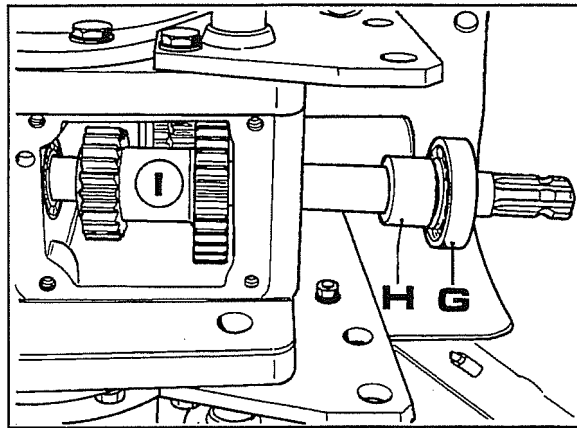

Fig. 4
Juntamente com o eixo da tomada de força, serão extraídos o casquilho **G** e o distancial **H** indicados na fig. 4.
**Nota** - Quando se extrai o eixo **F** do carter, segurar a engrenagem dupla **I** fig. 4 para evitar que possa cair no chão.